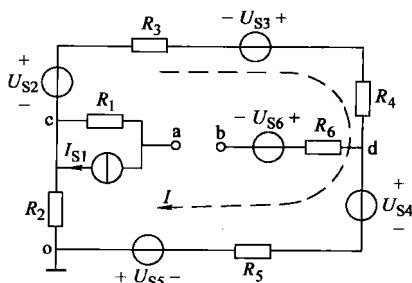

图 1-5 例 1-2 电路
【例 1-2】 已知电路如图 1-5 所示, $R_1 = R_2 = R_3 = R_4 = R_5 = R_6 = 2\Omega$, $I_{S1} = 1A$, $U_{S2} = 2V$, $U_{S3} = 4V$, $U_{S4} = 6V$, $U_{S5} = 8V$, $U_{S6} = 10V$, 试以 o 点为参考点, 求 φ_a 、 φ_b 、 U_{ab} 。
解: (1) 选定回路电流 I 参考方向, 如图 1-5 所示。
(2) 列出回路 KVL 方程, 并求解回路电流 I :